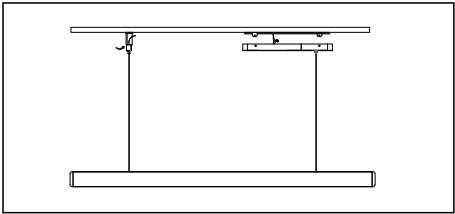

Рис. 4
- 5.13 Закрепите корпус драйвера на монтажной пластине с помощью винтов (рис. 4).